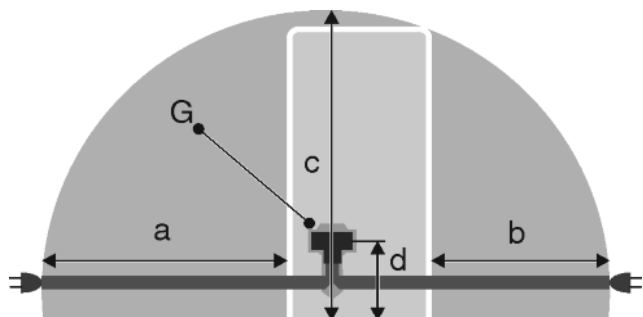

Fig. 48
- Gniazdo znajduje się poza tylną częścią urządzenia w podanym obszarze Fig. 48 (a, b, c).
- Wtyczkę urządzenia Fig. 48 (G) podłączyć z tyłu urządzenia. Zwrócić uwagę na prawidłowe ząbienie.